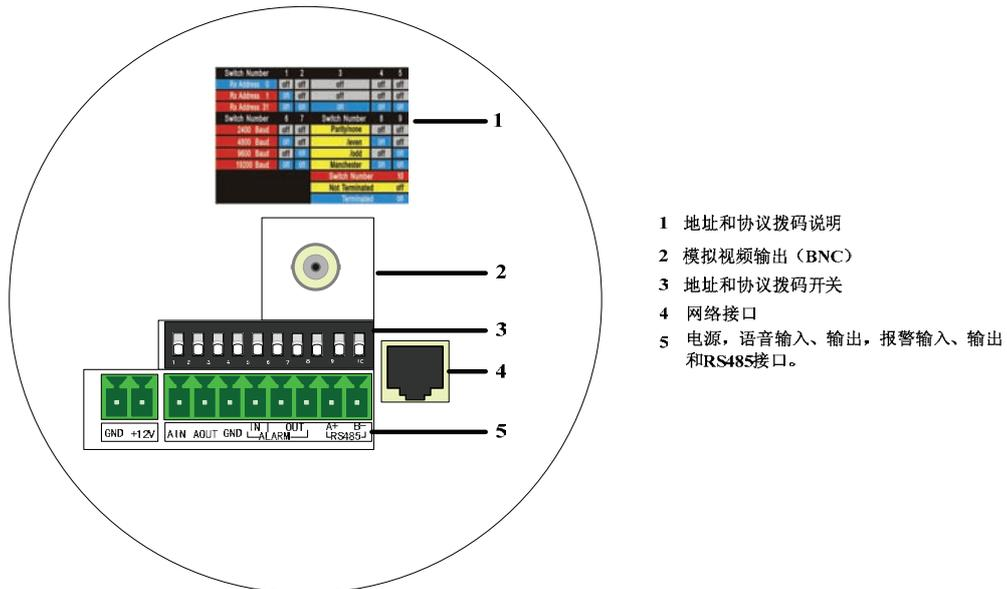

图 2-2-11 球机底盘示意图
3、设置球机地址和波特率等参数。在底板上有一个拨码开关，如图 2-2-11 “球机底盘示意图”中的 3 所示，用来设置球机的地址码、波特率等参数，具体设置方法见 2.4 节“开关设置”。
4、接电源线、语音输入、输出线、报警输入、输出线、RS485 控制线、视频线和网线，如图 2-2-11 “球机底盘示意图”所示。图中所示部分 5 从左到右分别为：直流 12V 插座，语音输入、输出插座，报警输入、输出插座及 RS485 控制线插座。